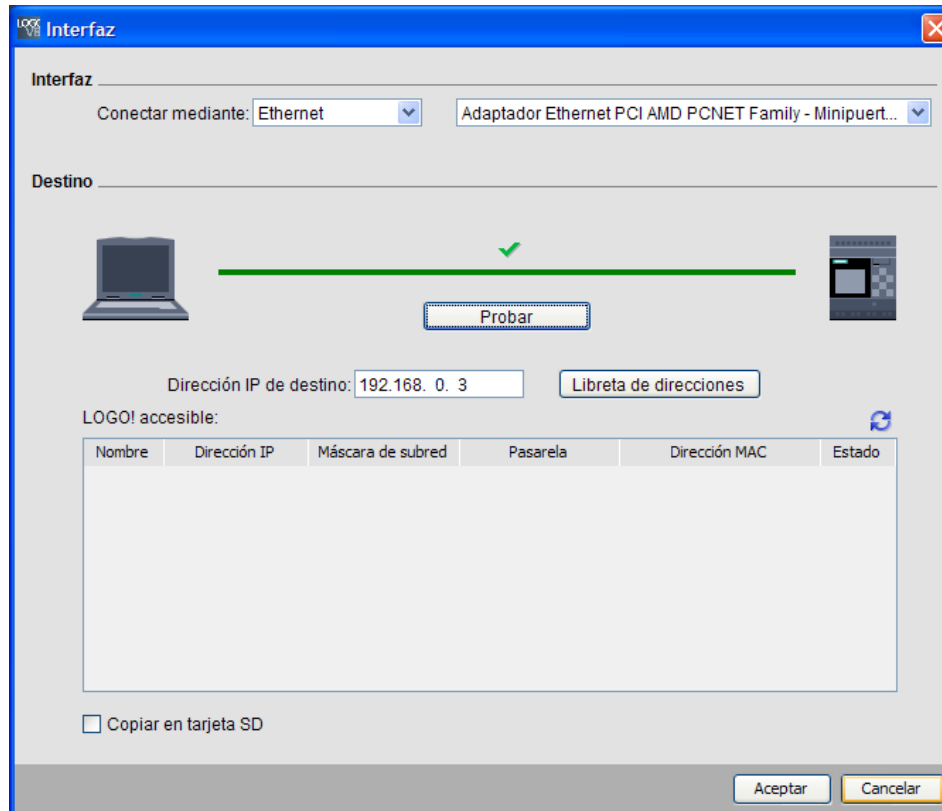

Figura 33. Ventana Interfaz.
LOGO! Aparecerá una ventana de *interfaz*, asegúrese que esté la opción *conectar mediante Ethernet* y presione el botón **Probar** para asegurarse de que exista una buena comunicación con el LOGO!, si todo está bien deberá aparecer un cheque verde tal como se muestra en la Figura 33, si no es así, revise la conexión, la dirección de la PC y del LOGO!. Si aún existen problemas consulte a su docente de laboratorio.
47. Para detener el programa de clic en el icono  , se mostrará la ventana de *interfaz* (Figura 33), será necesario que ingrese la dirección IP del LOGO! (en este caso 192.168.0.3) antes de darle **Aceptar**, de igual forma si quiere correr de nuevo el programa de clic en el icono  , ingrese la dirección IP y seleccione **Aceptar**.